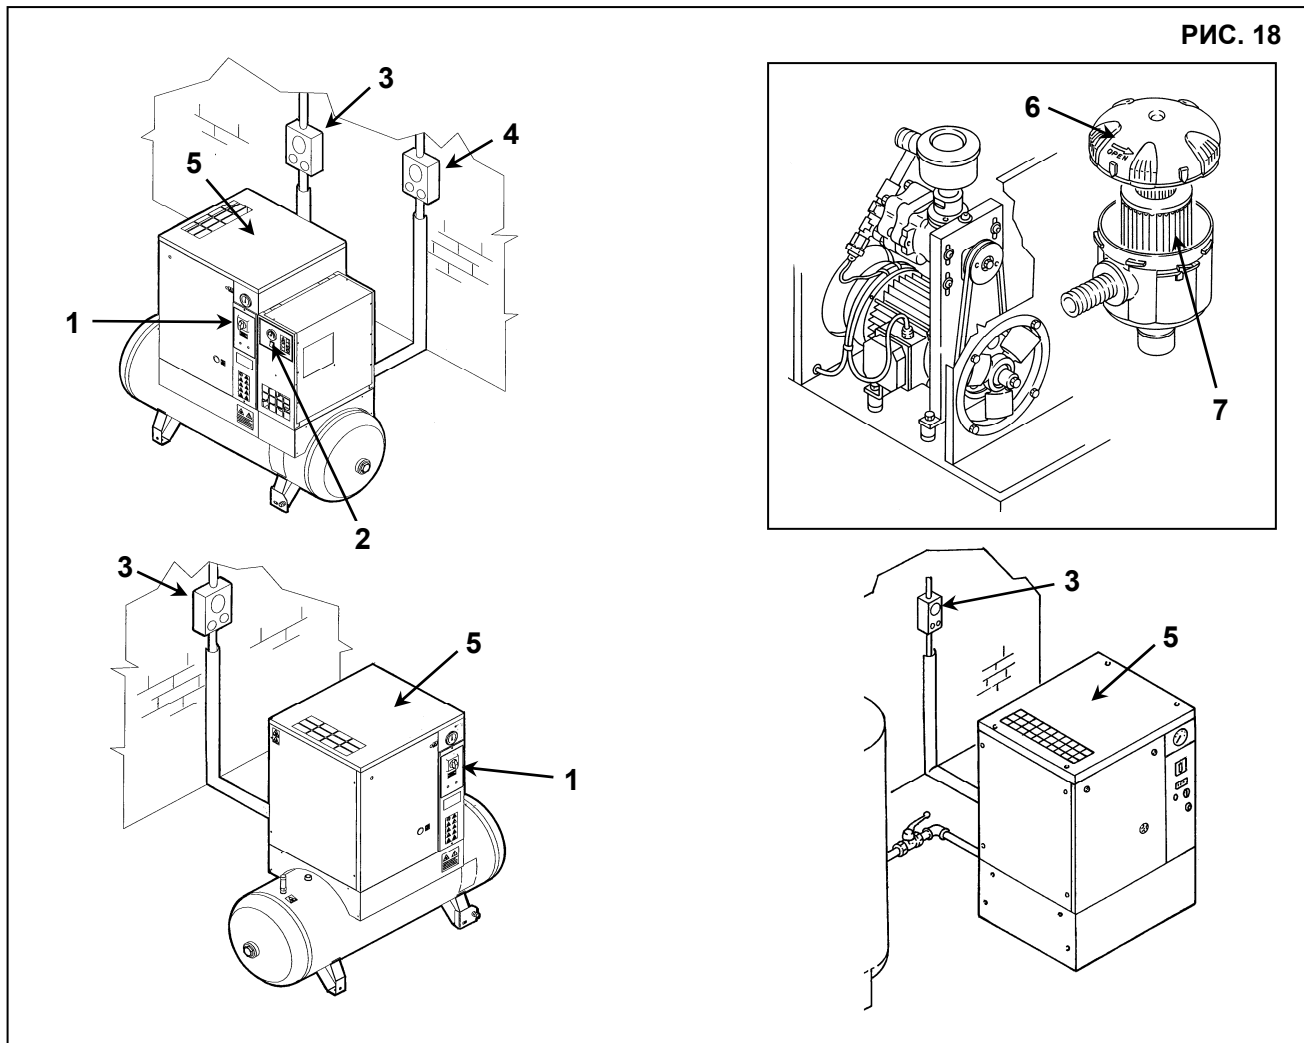

РИС. 18
- Выключите дифференциальный переключатель питания, поз. 3, рис. 18
- Выключите установку, переводя разъединитель, поз. 1, Рис. 18, в положение "OFF".
- Нажмите кнопочный выключатель поз. 2, Рис. 18 (при его наличии на осушителе)
- Снимите защитное устройство (крышку машины), поз. 5, рис. 18
- Снимите фильтр, поз. 7, рис. 18
- Закройте защитное устройство (крышку машины), поз. 5, Рис. 18, с помощью соответствующих предохранительных винтов.